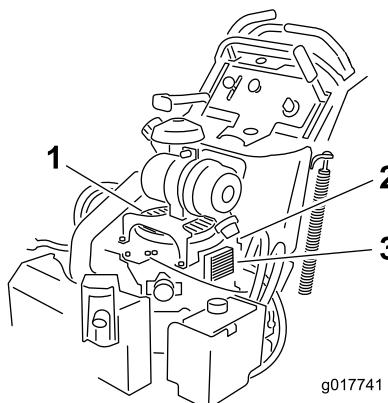

Figure 68
3. Enlevez la grille d'entrée d'air et le carter du ventilateur (Figure 68).
5. Remettez la grille d'entrée d'air, le lanceur et le carter du ventilateur (Figure 68).
2. Retirez les boulons de fixation du refroidisseur d'huile sur le carter du moteur (Figure 68).